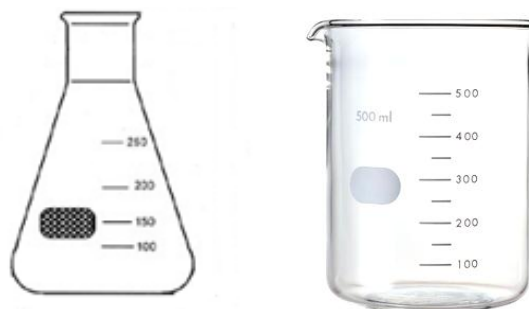

Рис. 9. Градуйована конічна колба та мірний стакан
**Градуйована конічна колба та мірний стакан** (рис.9) використовуються для різних аналітичних робіт, для титрування, перекристалізації органічних речовин із летких розчинників. На